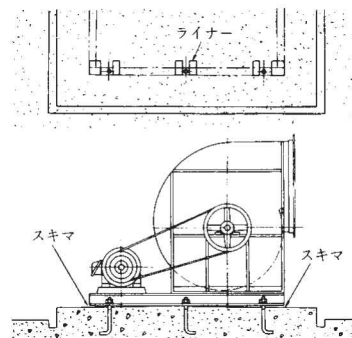

図12
- (3) 基礎ボルトは、締付ける前にもう一度送風機の底面と、コンクリート基礎との密着性を確かめた上締付けます。特に、コンクリート基礎面が中高になり両端にスキマを作らないよう注意して下さい（図12）